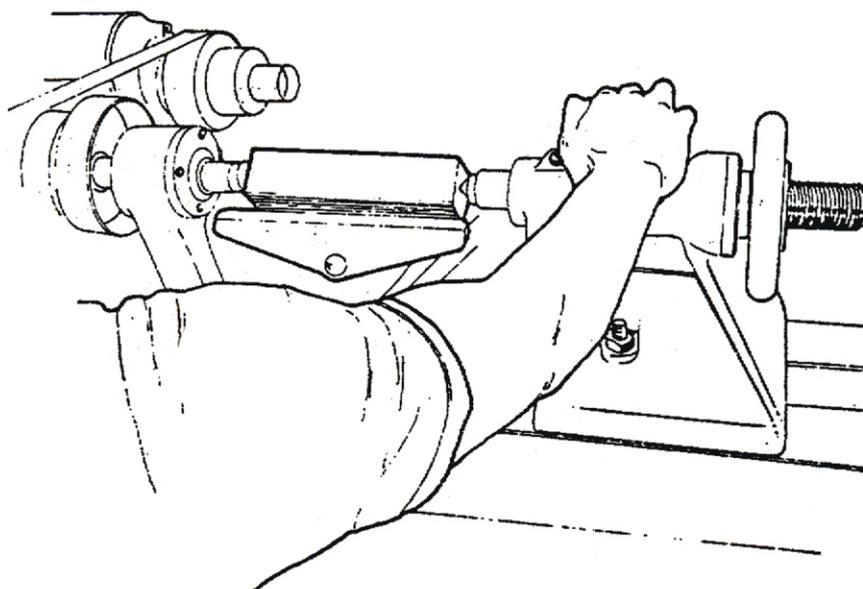

Fig. 3
- c – Aperte o parafuso de fixação do mangote (fig. 3).